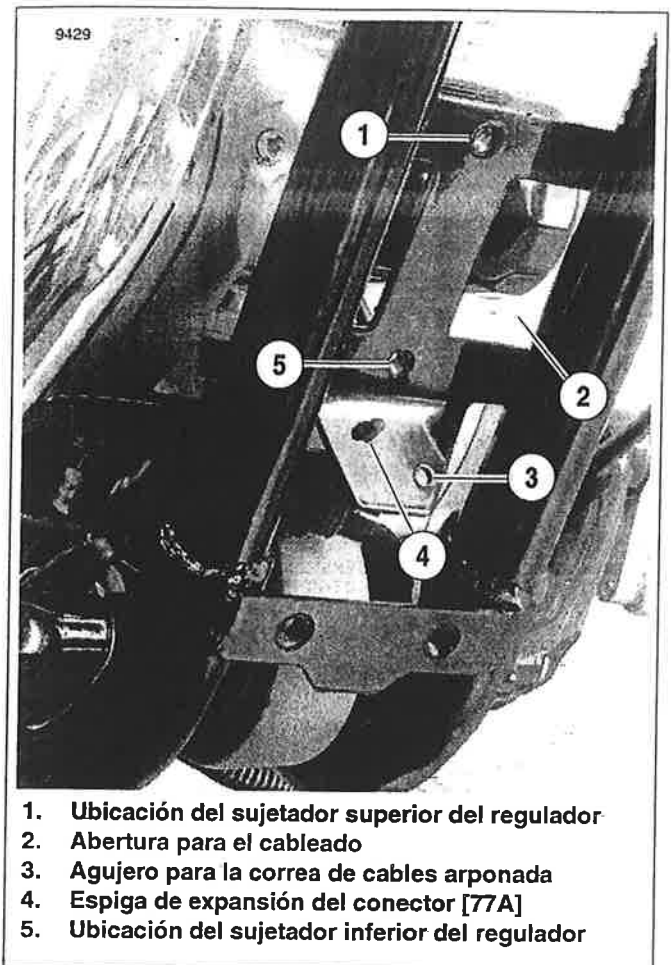

Figura 7-20. Pieza de soporte del montaje del regulador de voltaje (todos los modelos)
1. Vea la Figura 7-20. Pase los arneses de cableado por la apertura (2) entre la pieza de soporte del regulador y la estructura en el lado izquierdo y después atrás de la pieza de soporte de montaje hacia el lado derecho.
6. Presione la correa de cables arponada en el agujero adicional (3) en la pieza de soporte y envuelva el cable de carga del regulador.